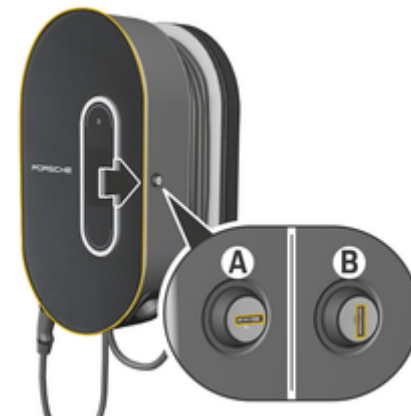

Fig. 14: Station de recharge
- ▶ Tournez le verrou à la position **A** (Fig. 14).
- ▶ Enfoncez le verrou en position **B** (Fig. 14).